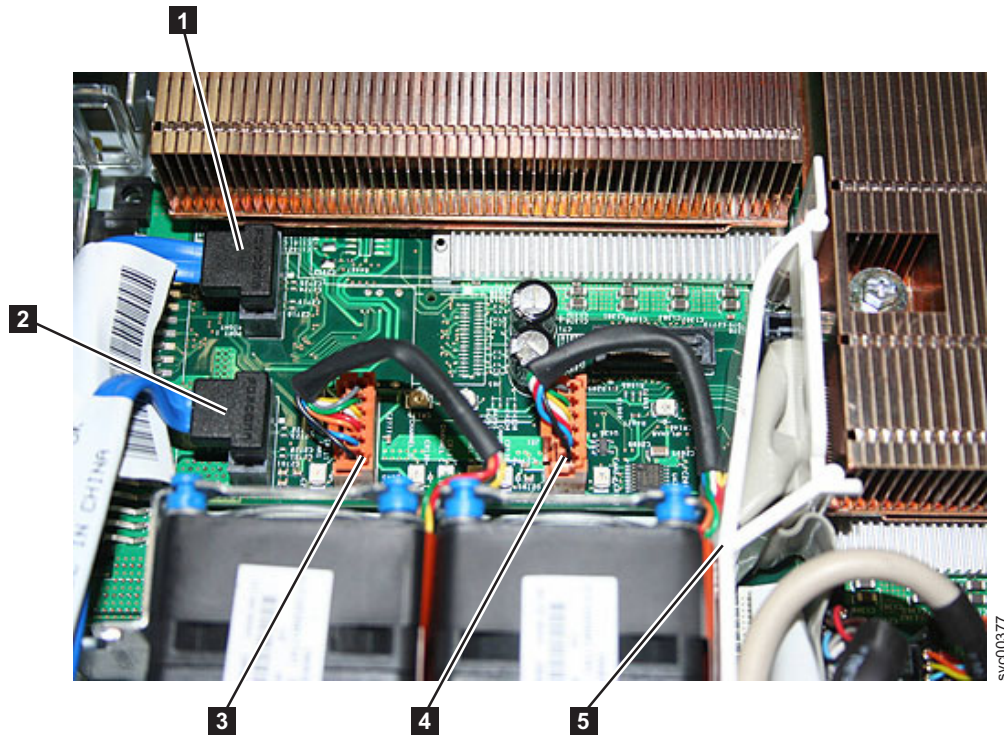

図 198. SAN ボリューム・コントローラー 2145-8G4 システム・ボード上のコネクタ
6. システム・ボードから最初のケーブル・セットを切り離します (240 ページの図 198 を参照)。システム・ボードの前面左側から、以下を取り外します。